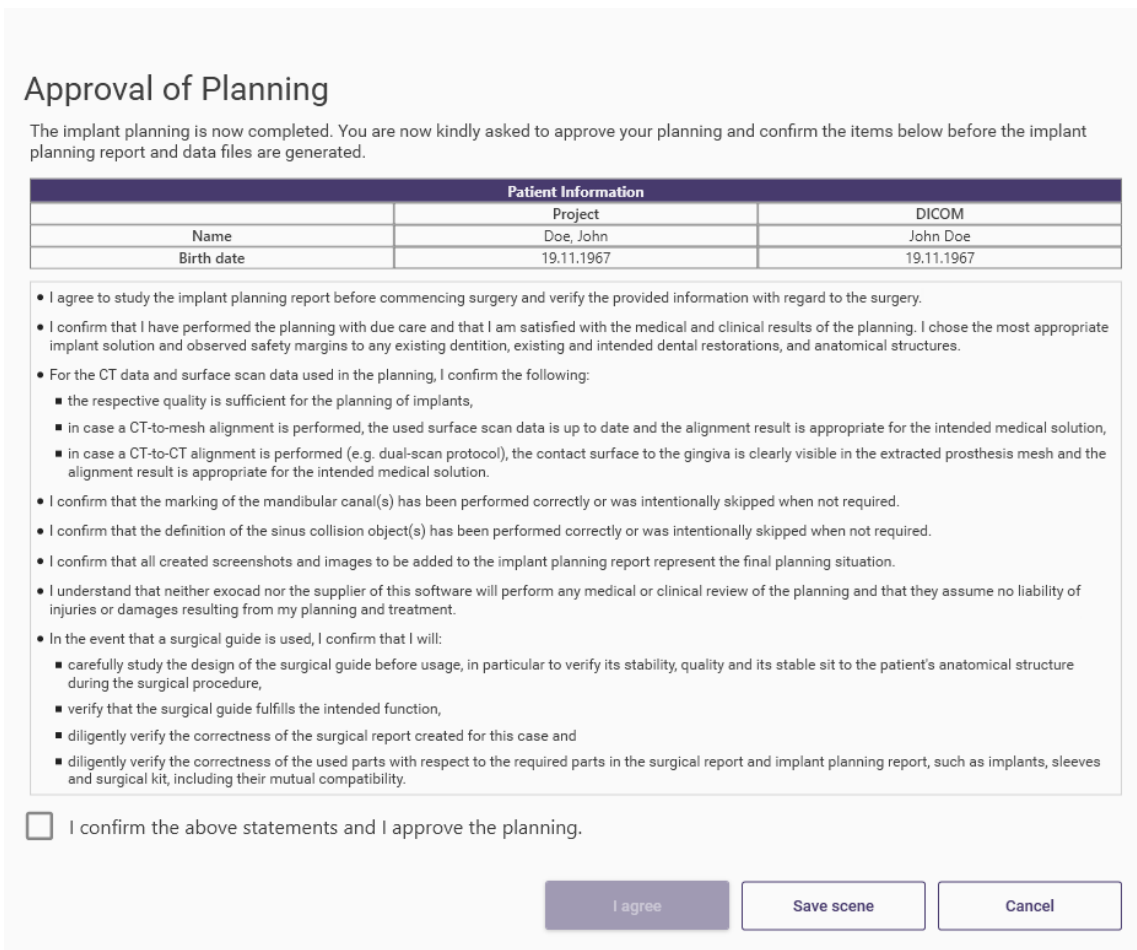

Abb. 17.2: Dialog zur BESTÄTIGUNG DER PLANUNG
Um Planungsergebnisdateien zu erzeugen, müssen Sie das Planungsergebnis zunächst im Dialog BESTÄTIGUNG DER PLANUNG bestätigen (siehe Abbildung 17.2).
Schritt 2: Wählen Sie **PLANUNGSERGEBNISDATEIEN GENERIEREN** in der Expertenwerkzeugleiste. Dies öffnet den Dialog **BESTÄTIGUNG DER PLANUNG** (siehe Abbildung 17.2).